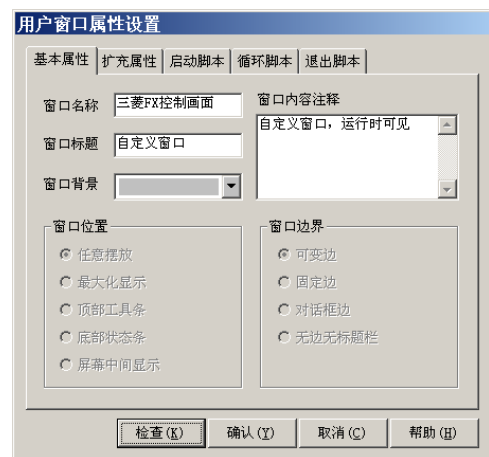

图 5
(2) 接下来单击“窗口属性”按钮，弹出“用户窗口属性设置”对话框，在基本属性页，将“窗口名称”修改为“三菱 FX 控制画面”，点击确认进行保存。如图 5 所示。